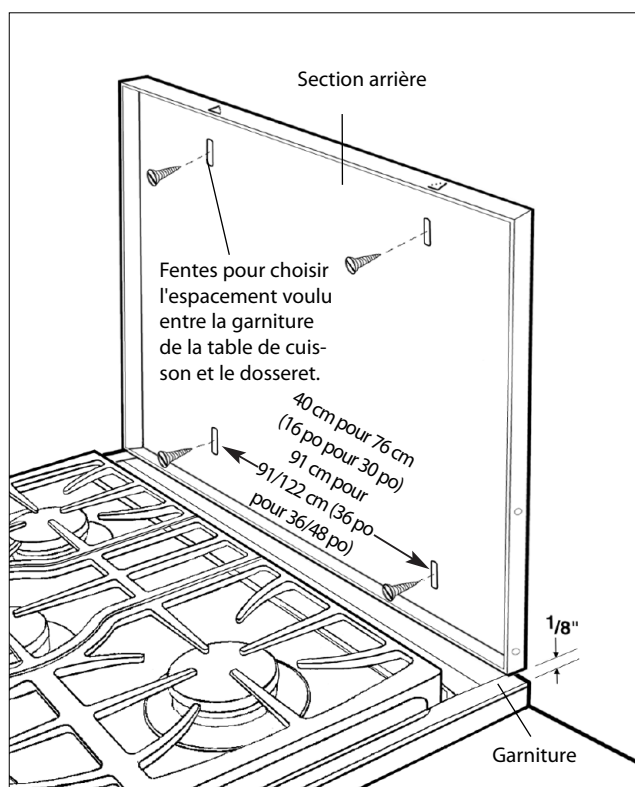

Fig.03
2. Après avoir déballé les pièces du dossier, placez la section arrière en la centrant à 3,5 mm (1/8 po) (voir fig. 03) au-dessus de la garniture fixée à la table de cuisson.\* Fixez la section arrière à l'aide des fixations appropriées (non fournies) aux ancrages ou à l'ossature de bois du mur (fig. 03).